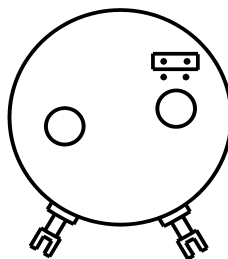

Bild 8: 50°-100°
- Jumper oben quer für Messbereich zwischen 50° und 100° (siehe Bild 8)